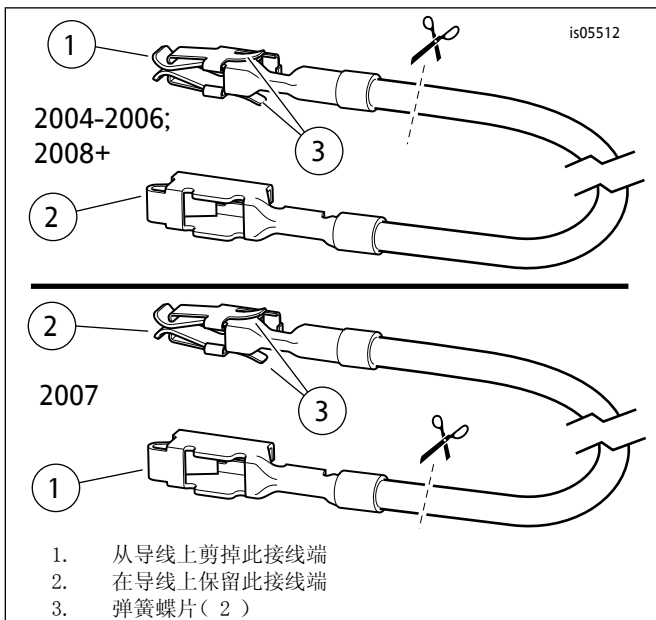

图13. 保险丝盒适配器电线( FL旅行车型 )
2. 从套件中取出橙色/白色保险丝盒适配线(9)。2004-2006年款车型：注意导线每端的接线端(参见图13：上部视图)。只有不带弹簧蝶片的接线端可安装到此保险丝空腔中。小心地从电线上剪掉带有弹簧蝶片的接线端并丢弃。2007年款车型：注意导线每端的接线端(参见图13：下部视图)。只有带有弹簧蝶片的接线端可安装到此保险丝空腔中。小心地从电线上剪掉不带弹簧蝶片的接线端并丢弃。